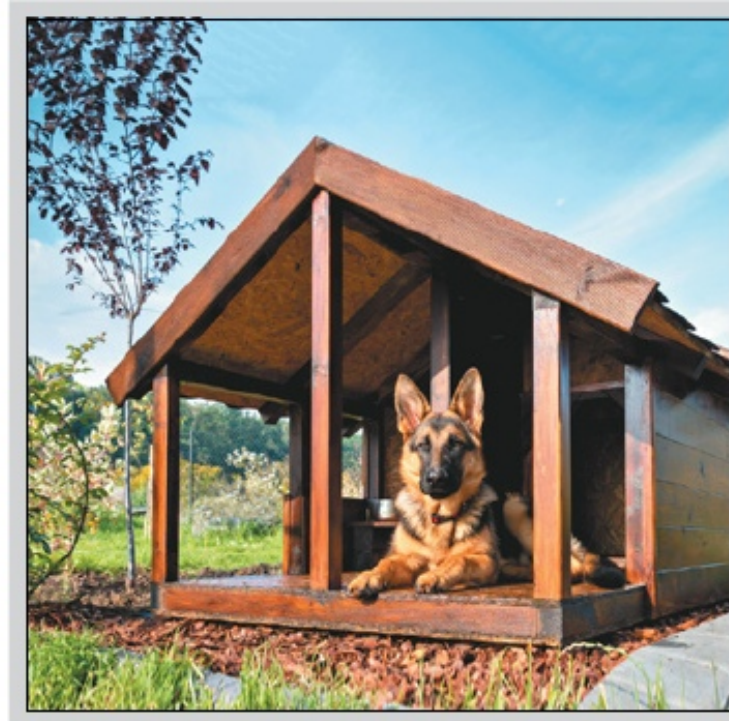

Рис. 143. Будка для собаки
При содержании собаки на улице ей понадобится собственный дом — *будка* (рис. 143), которая должна располагаться в сухом, в меру солнечном месте без сквозняков. Собачья будка может быть изготовлена из древесины или пластика с расчётом на очень низкие температуры, но, независимо от выбранного материала, она должна быть удобной, просторной, чтобы питомец мог в ней встать и повернуться. Стены будки не должны иметь щелей, пол будки должен быть из толстых, плот-
3. Рассмотрите рисунок будки для собаки (см. рис. 143). Придумайте свою будку для четвероногого друга.